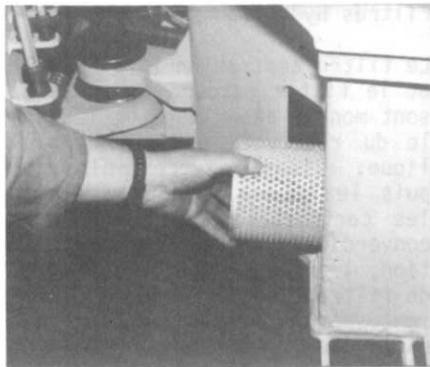

Bild 53
(4) Filterelement abziehen und wechseln (Bild 53).
(4) Remove filter element, clean and replace (fig. 53).
(4) Retirer la cartouche filtrante, la nettoyer et la remplacer le cas échéant (fig. 53).